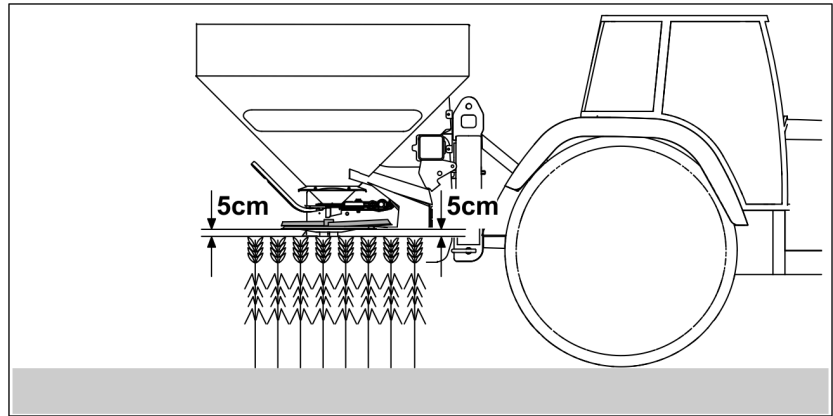

图 57
3. 将撒肥叶片的摆翼（图 57/1）调至正常施肥或后期追肥所需的位置。